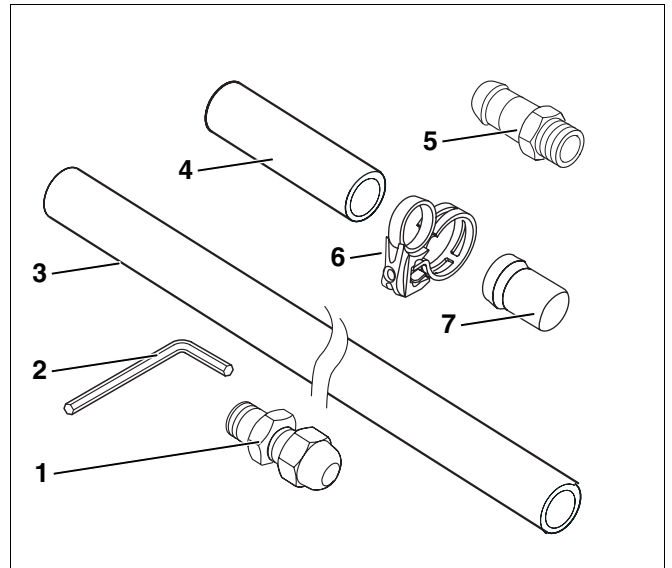

Fig. 4 Conjunto básico de tubos
**4.2.3 Conjunto básico de tubos (por campo de colectores) – Fig. 4**